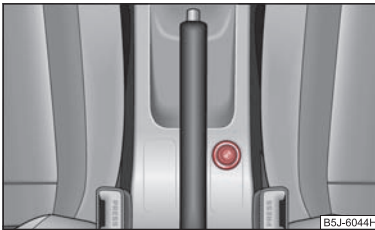

Abb. 76 Mittelkonsole: Zigarettenanzünder
- Drücken Sie den Anzünderknopf des Zigarettenanzünders hinein ⇒ Abb. 76.